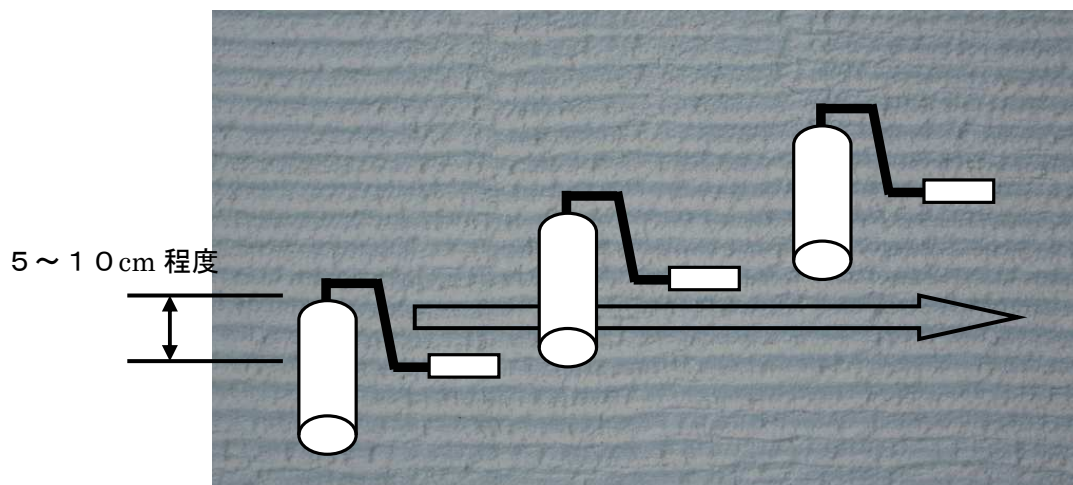

図3
- ・配り塗りしたジョリパットネオが乾燥しないうちに、JR-189を横方向に転がしパターン付けを行う(図3)。
- ・ 隣のパターンと5～10cm程度、交差するようにローラーを転がす。(図3)